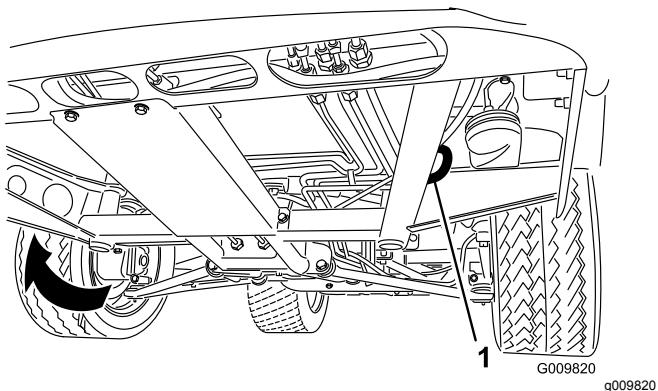
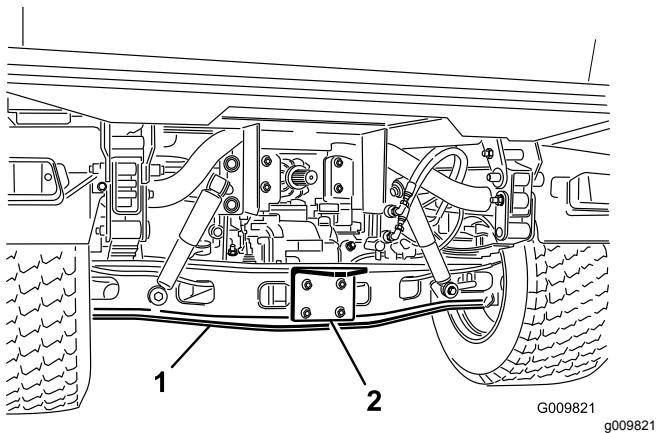

图19
图20
请参阅图19 和图20 查看机器栓系点的位置。
1. 将拖绳系在机器机架前面的牵引杆上 图19。